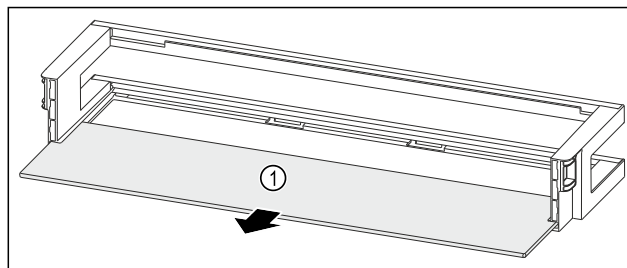

Fig. 162 Durvju plaukts ar plauktu
- Izņemiet plauktu Fig. 162 (1).